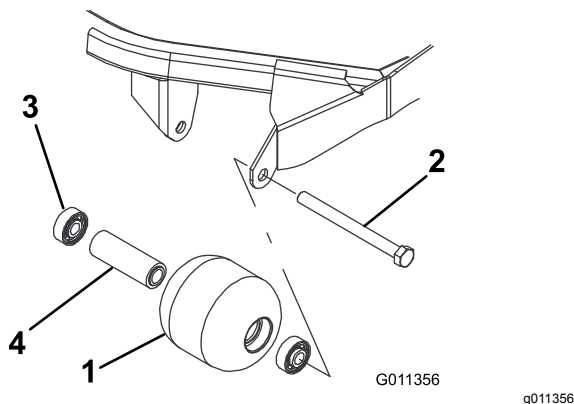

Figure 86
1. Retirez le boulon de fixation du galet (Figure 86).
4. Vérifiez l'état du logement des galets, des roulements et de la douille d'écartement de roulements (Figure 86)
1. Enfoncez le premier roulement dans le logement à la presse (Figure 86). Exercez la pression uniquement sur la bague extérieure ou uniformément sur les bagues intérieure et extérieure.
2. Insérez l'entretoise (Figure 86).
3. Enfoncez le second roulement dans le logement (Figure 86) en exerçant une pression uniforme sur les bagues intérieure et extérieure jusqu'à